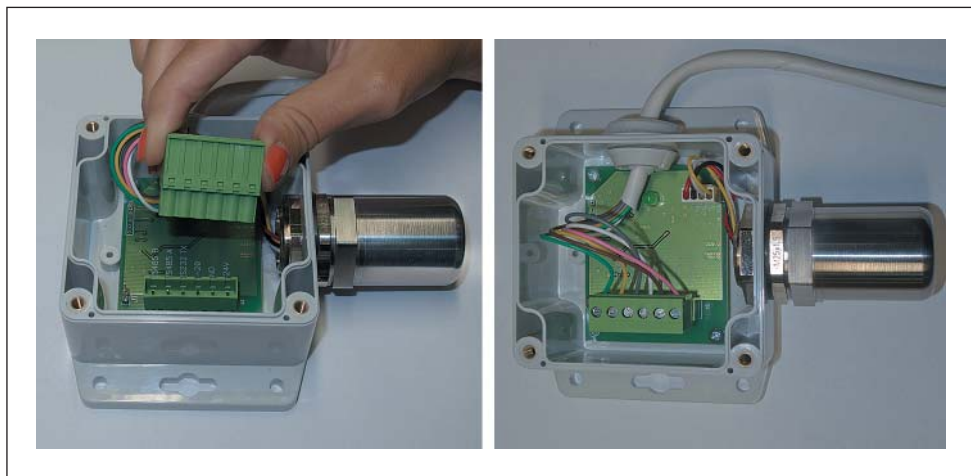

Рис.9. Установка кабельной колодки
6. Установите кабельную колодку в коннекторы, убедитесь в том, что защелки зафиксировали разъем (рис.9). Вытяните излишки кабеля наружу через кабельный ввод, закрутите фиксирующую гайку на кабельных вводах (если есть) для герметизации соединения.